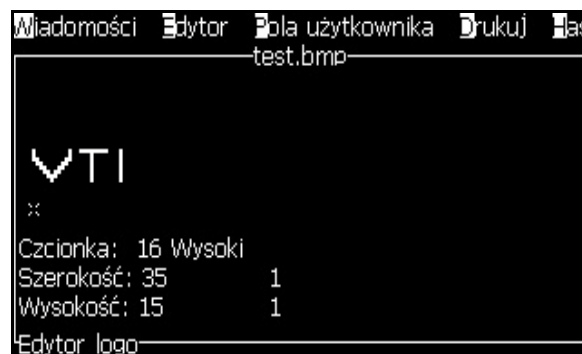

Figura 5-62: Logo su schermata menu
- 10 Premere *Invio* per visualizzare il logo sulla schermata di menu (vedi Figura 5-62).